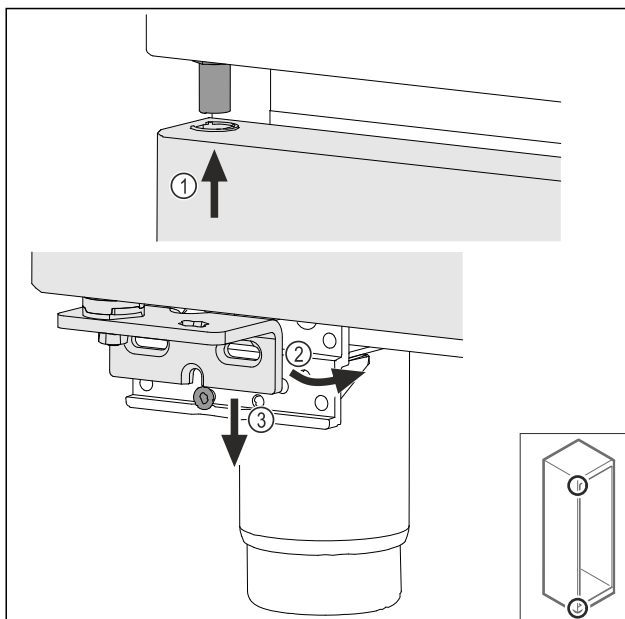

Fig. 39
- ▶ Før døren opppe inn lett vippet Fig. 39 (1), rett ut døren Fig. 39 (2) og sett den på lagerbukkskruen Fig. 39 (3) nede.